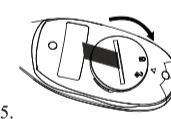

Рисунок 6.
5. Тонкой шпилькой поверните крышку по часовой стрелке до тех пор, пока «» не будет направлено в сторону «<» (см. рис. 6).